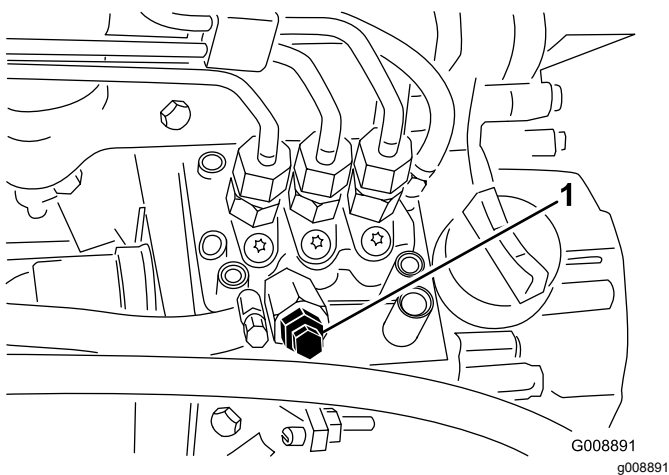

Figura 45
- Aprirete la vite di spurgo dell'aria, situata sulla pompa di iniezione del carburante (Figura 45).